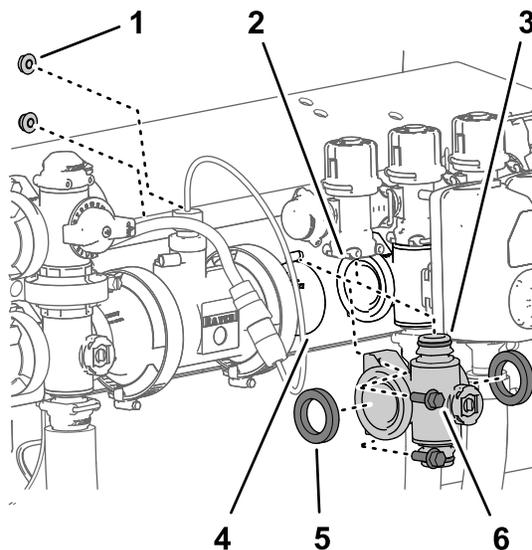
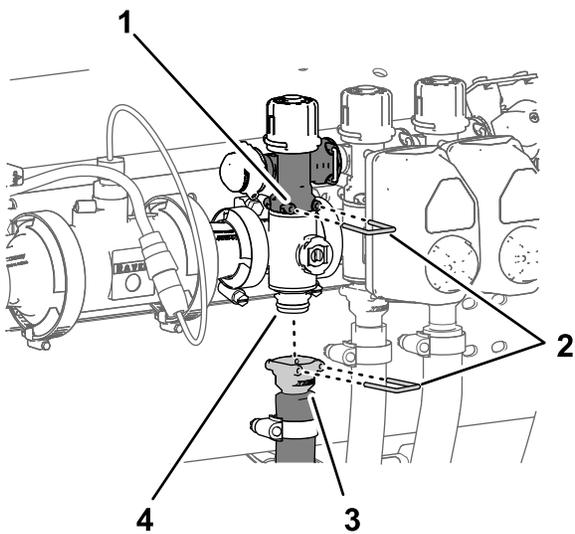

Figure 113
Figure 114
1. Alignez les 2 joints que vous avez retirés à la section Dépose de la valve de collecteur de section (page 82) et les brides du collecteur de vanne de section (Figure 113).
2. Alignez la bride du collecteur de vanne de section entre les brides des autres vannes de section et/ou adaptateur d'accouplement (Figure 113).
3. Fixez le raccord rapide du collecteur de vanne de section au raccord rapide femelle de la vanne de dérivation de section à l'aide d'un l'étrier de fixation (Figure 113 et Figure 114).
5. Pour les collecteurs de vanne de section gauche et droit, fixez le collecteur de vanne de section au support de vannes (Figure 113) à l'aide des 2 boulons à embase ( $\frac{1}{4}'' \times \frac{3}{4}''$ ) et des 2 contre-écrous à embase ( $\frac{1}{4}''$ ) que vous avez
8. Fixez le raccord rapide du flexible de section au raccord rapide du collecteur de vanne de section à l'aide de l'étrier de fixation (Figure 114).